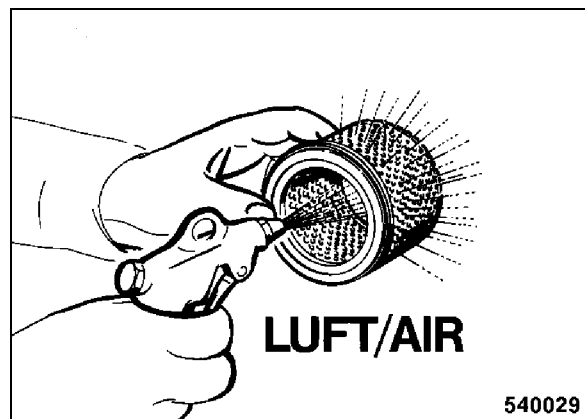

рис. 55
- В случае сухой, тонкой пыли осторожно продуть фильтрующий элемент изнутри наружу сухим, чистым сжатым воздухом (рис. 55) (макс. 6 бар).